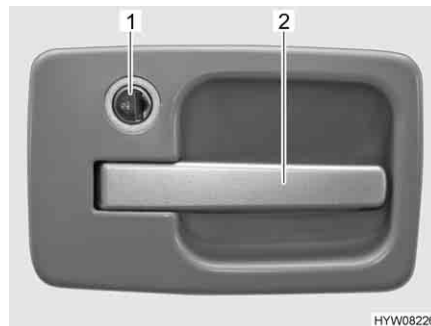

Bild 26 Türschloss Eingangstür, außen
- Schlüssel in Schließzylinder (Bild 26,1) stecken und auf Symbol "G" drehen. Das Türschloss ist entriegelt.
- Am Türgriff (Bild 26,2) ziehen. Die Tür ist geöffnet.
- Schlüssel in Schließzylinder (Bild 26,1) stecken und auf Symbol "🔒" drehen. Das Türschloss ist verriegelt.